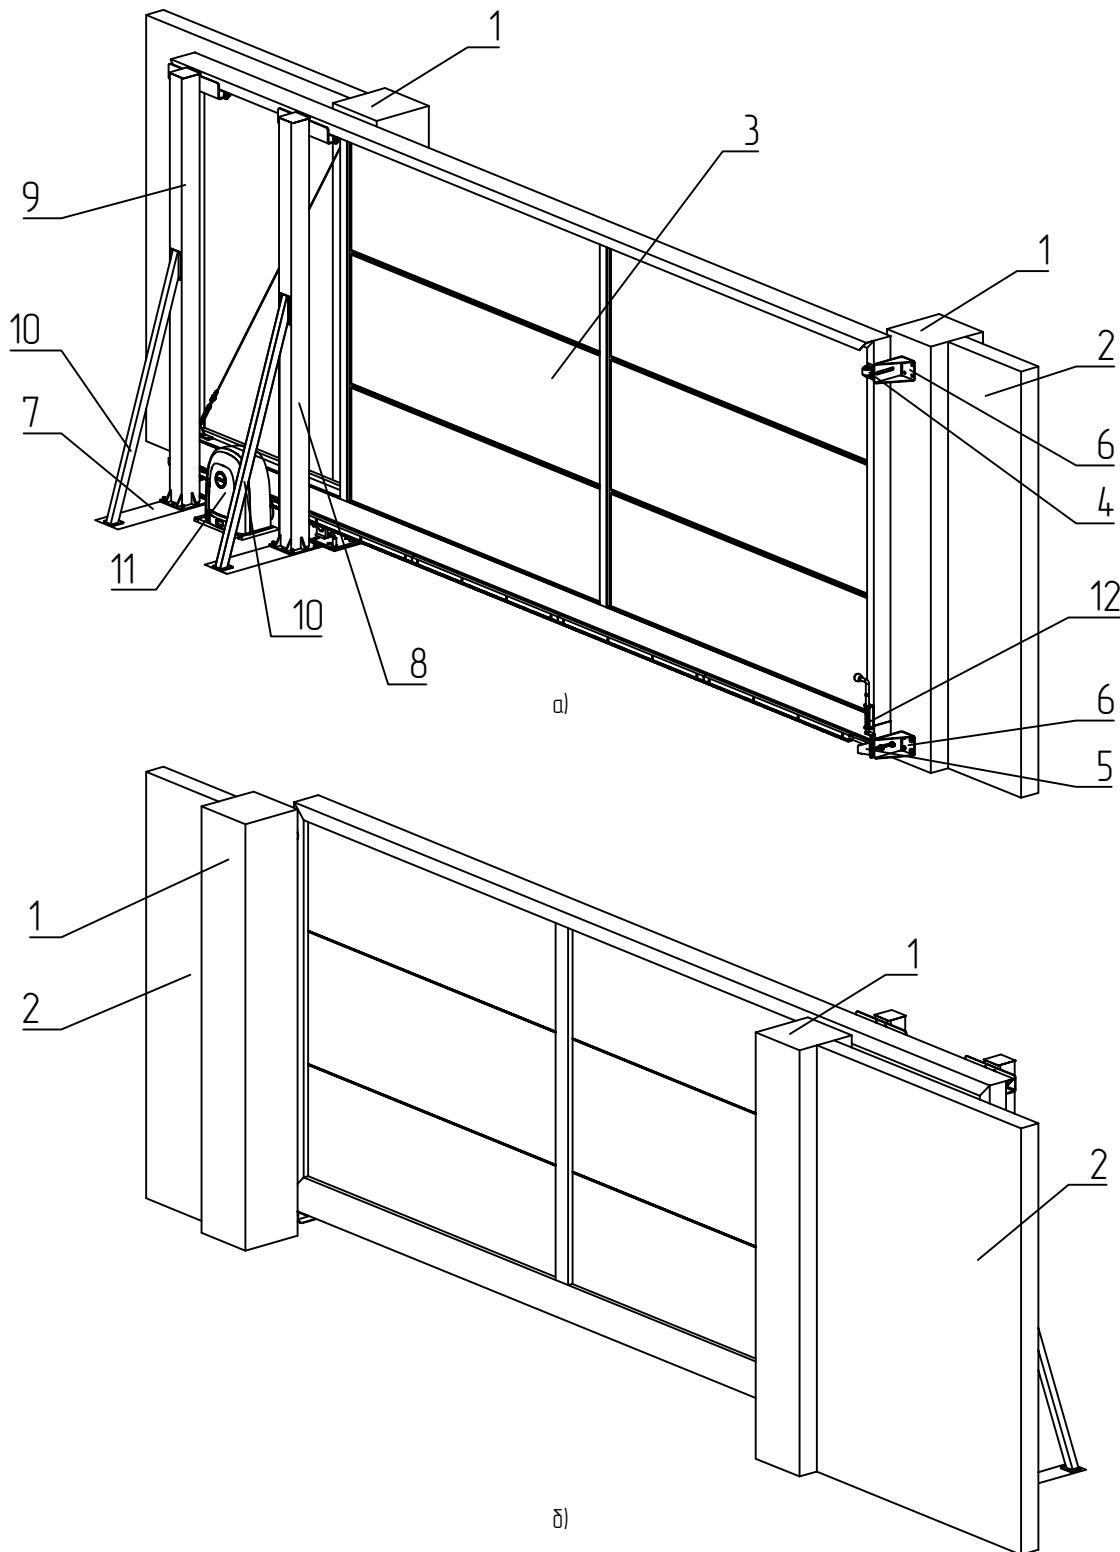

Рис. 7.1.1 – Откатные самонесущие ворота с горизонтальным заполнением сэндвич-панелью, открывание влево:
Типовые конструкции откатных самонесущих ворот с различными видами и типами заполнения представлены на рис. 7.1.1 – 7.1.10.
- при размерах проема от 3000 мм до 4200 мм – один импост (рис. 7.1.1, 7.1.10),